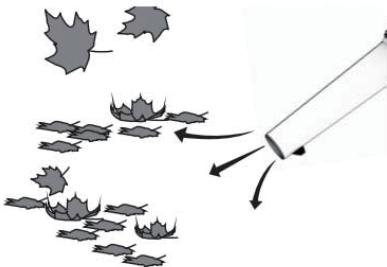

Abb. 7
- Machen Sie eine schwungvolle Bewegung von Seite zu Seite. Bewegen Sie sich langsam vorwärts und halten Sie den angesammelten Schutt/das Laub vor sich. (Abb. 7)